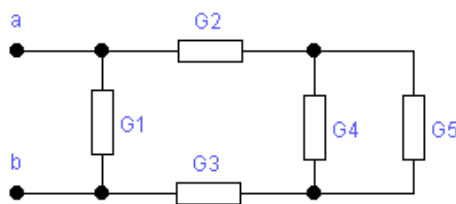

Рис. 2.23.
2.7.41. Визначити провідності G_2 та G_3 електричного кола (Рис.2.23), якщо $G_1=0,05\text{См}$, $G_4=0,2\text{См}$, $G_5=0,1\text{См}$, загальна провідність дорівнює $G=0,17\text{См}$, а провідність $G_2= G_3$.